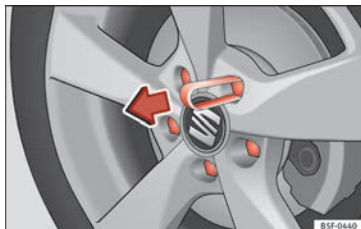

Fig. 67 Pincez pour extraire les capuchons des boulons de la roue.
- Encastrer la pince en plastique (outillage de bord) sur le capuchon jusqu'à ce qu'elle s'emboîte » fig. 67.